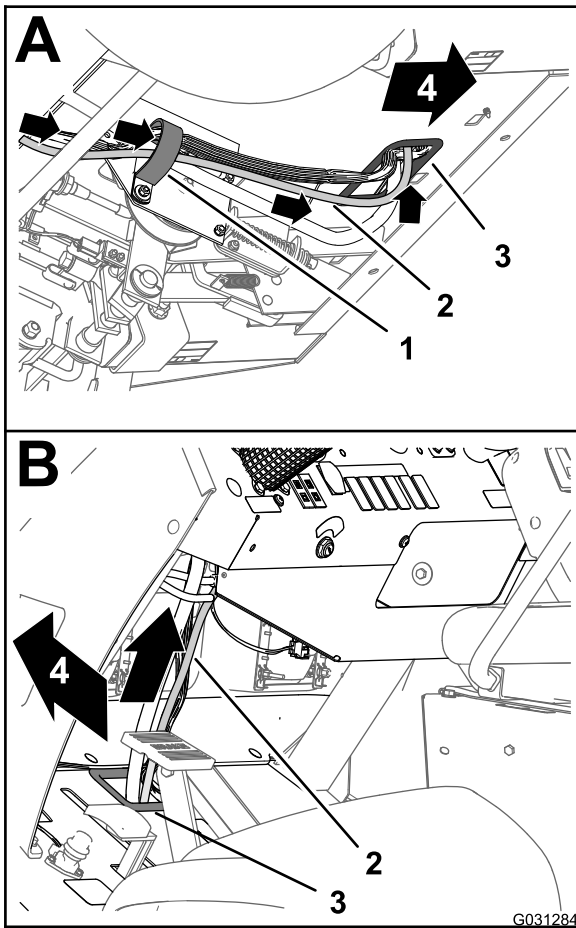

图167
3. 将数据线束的 220cm 支管向前上方穿过环放在底板孔上的套环 图167。
- 沿机器前线束向上布放数据线束 220cm 支管图167。